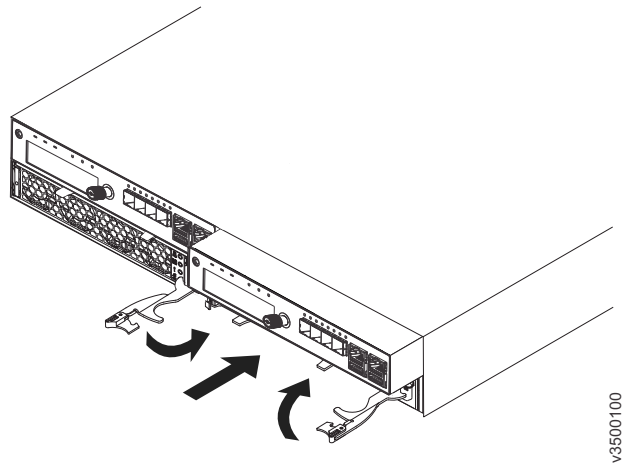

图 22. 安装节点容器
2. 将容器旋转成倒立状并安装到控制机柜中，如图 22 所示。